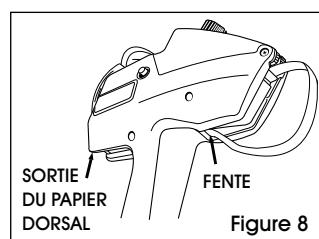

Figure 8
- Pressez et maintenez la détente enfoncée tout en alimentant la bande d'étiquettes dans la fente en dessous de la flèche, jusqu'à ce qu'elle s'arrête ou atteigne l'arrière. (Voir figure 8)